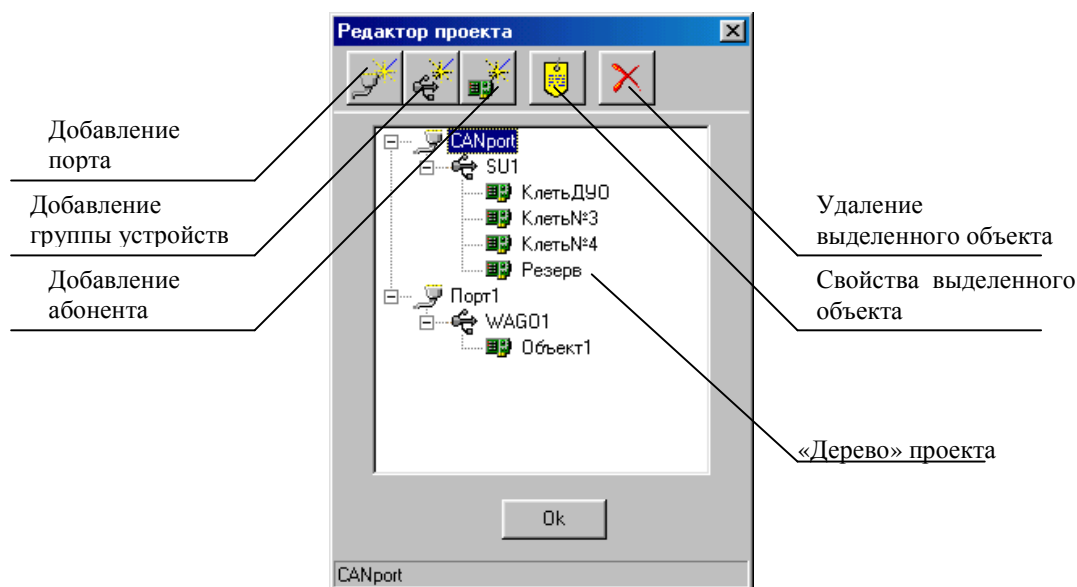

Рис. 4.2 Окно конфигуратора
4.2.3 Программа-конфигуратор. Запускается командой «Файл, Редактировать проект» в меню программы сервера. При этом откроется окно конфигуратора, представленное на рис. 4.2.
Выбор **физического** порта осуществляется после нажатия кнопки «Дополнительно», там же можно и настроить параметры тайм-аутов, адреса порта и другие важные характеристики. Если используются два различных логических порта, но один и тот же физический порт (ситуация, изображенная на рис. 4.2), тогда физические параметры портов (их номер и адрес) должны совпадать.